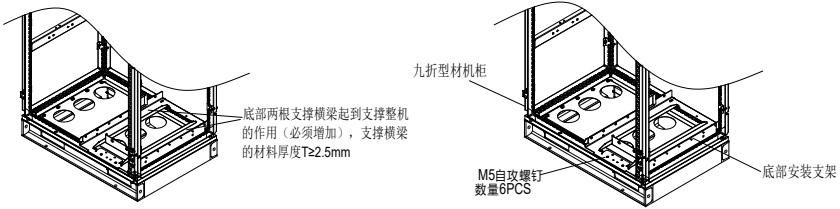

图 4-13 底部安装支架安装
2	在九折型材内固定好底部支撑横梁、安装支架（如图 4-13）。
2、固定底部支撑横梁、安装支架，如图 4-13。